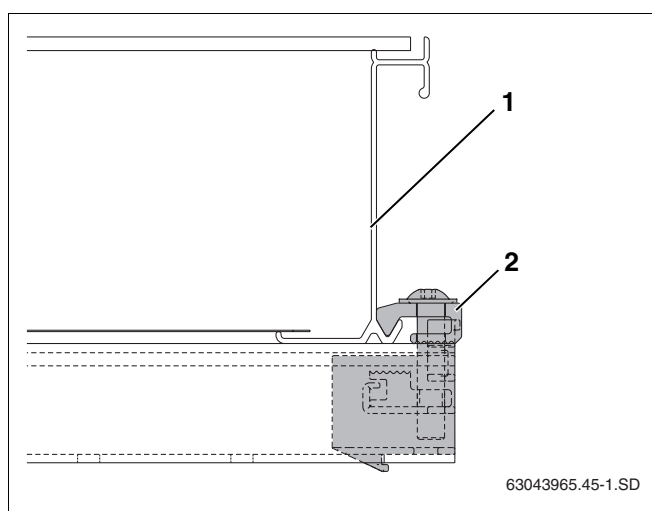

Fig. 46 Giunto di collegamento unilaterale dopo l'avvitamento
- Far scivolare con cautela il collettore (fig. 46, pos. 1) contro il giunto di collegamento unilaterale e allinearli orizzontalmente.
- Avvitare il giunto di collegamento unilaterale con la chiave SW5 (fig. 46, pos. 2).
Il pressore (fig. 46, pos. 2) del giunto di collegamento fa ora presa sul bordo inferiore del collettore.